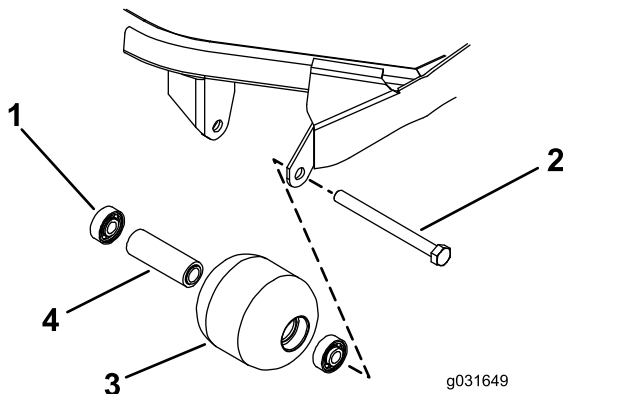

Figura 72
1. Rimuovete il bullone di montaggio del rullo (Figura 72).
4. Verificate la presenza di eventuali danni sull'alloggiamento, sui cuscinetti e sul distanziale del cuscinetto del rullo (Figura 72).
1. Premendo soltanto sulla pista esterna o, in misura uguale, sulla pista interna ed esterna, spingete il primo cuscinetto nell'alloggiamento del rullo (Figura 72).
2. Inserite il distanziale (Figura 72).
spingete il secondo cuscinetto nell'alloggiamento del rullo fino a quando non è a contatto con il distanziale (Figura 72).